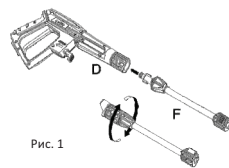

Рис. 1
A. Вставьте удлинительную распылительную трубку (F) в пистолет - распылитель (D). Вставьте и поверните удлинительную распылительную трубку (F) по часовой стрелке в пистолет - распылитель (D) до упора вручную, чтобы зафиксировать ее на месте. Когда детали соединены правильно, вы не сможете отделить эти компоненты, потянув за пистолет - распылитель (D). Вставьте сопло для моющего средства таким же образом, в зависимости от того, какое приспособление лучше всего подходит для очищаемой поверхности. Одновременно в пистолет - распылитель может быть вставлено только одно приспособление. Все приспособления должны быть полностью вставлены в пистолет - распылитель для надлежащего использования. (См. Рис. 1)